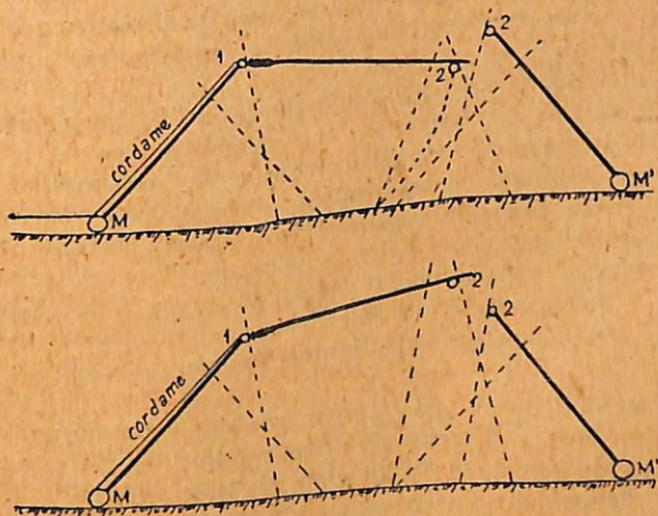

Fig. 51. — Montagem da armação superior, 2.º quadro
95. — Quando todos os quadros estão montados, a armação da ponte fica mais alta do que deve estar, há um vazio entre os dois últimos quadros colocados. Levantar, então, a extremidade do quadro desprovido de chapéu, um pouco acima do chapéu do outro (Fig. 51).